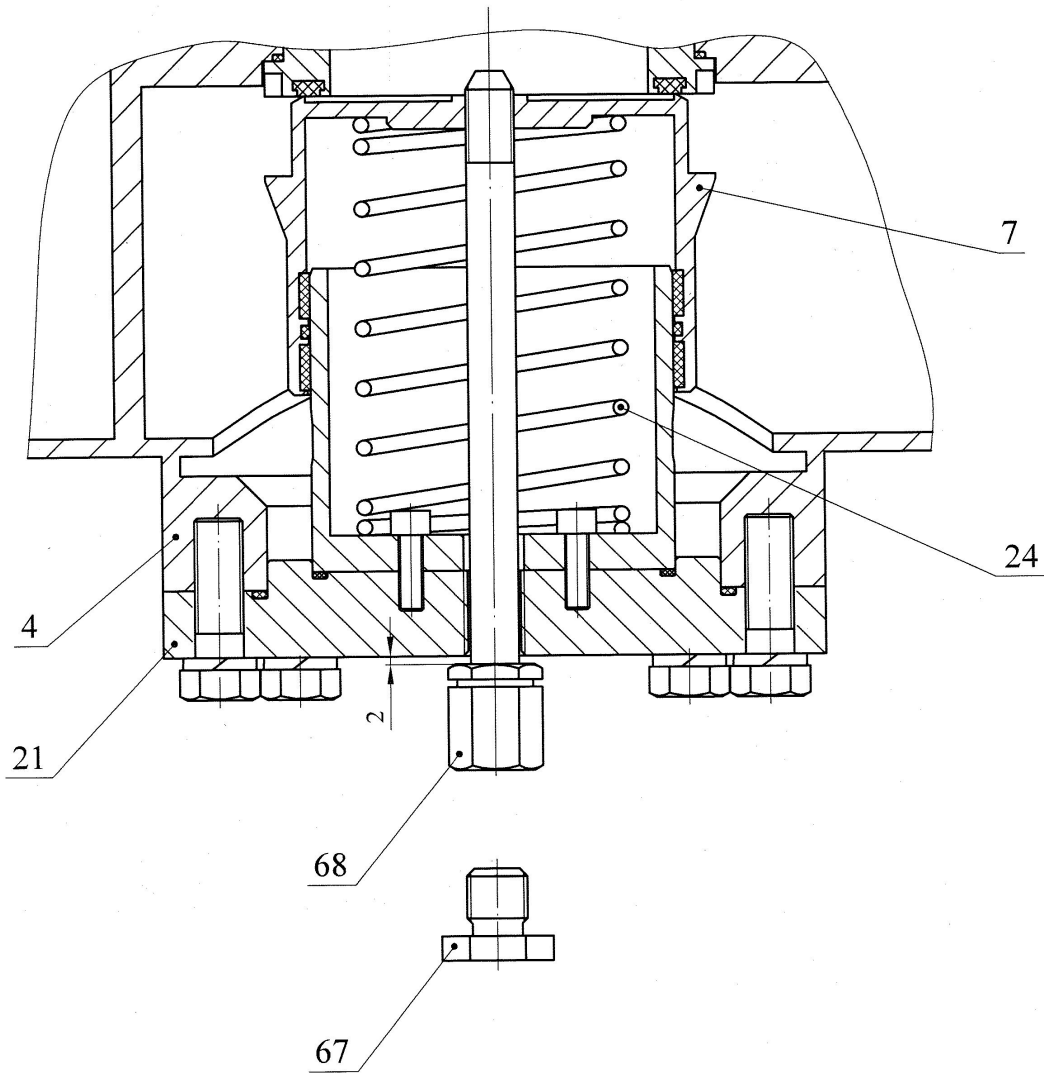

Рисунок 9
11.3.5 При разборке регулятора, для снятия нижней направляющей 21 совместно с предохранительно запорным клапаном 7 и для обеспечения безопасной разборки, необходимо предварительно вывернуть пробку 67 (рисунок 9) и через отверстие в направляющей 21 ввернуть съемник 68 в клапан 7 на 2мм не довернув его до упора в направляющую (съемник поставляется в комплекте). При отворачивании болтов это позволит пружине 24 оттолкнуть направляющую 21 и образовать зазор между ней и корпусом 4, что облегчит процесс разборки. После отворачивания болтов медленно вытащить направляющую совместно с поршневым клапаном 7 удерживаемым съемником 68 (при отворачивании болтов придерживать направляющую). Направляющую совместно с клапаном положить на мягкую поверхность клапаном вниз, слегка надавить на направляющую, сжав пружину 24, и отвернуть съемник. Медленно снять направляющую с клапана.